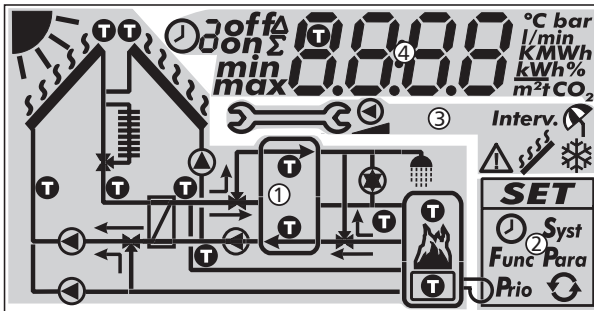

Abb. 8: Übersicht über die Bereiche der Anzeige (alle Elemente sichtbar)
Nachstehende Tabelle beschreibt die Symbole in der Systemgrafik (① in Abb. 8).
Das Einstellmenü (② in Abb. 8) enthält folgende Einträge:
Nachstehende Tabelle beschreibt die Piktogramme für Funktionen (③ in Abb. 8).
Die Anzeige der Betriebs- und Einstellwerte (④ in Abb. 8) besteht aus folgenden Elementen:
①	Symbol für die Zeitsteuerung von Funktionen. Das Symbol wird angezeigt wenn <ul style="list-style-type: none"> <li>eine Zeitbegrenzung/-steuerung eingestellt wird,</li> <li>der Status der Zeitbegrenzung/-steuerung angezeigt wird,</li> <li>die Zeitbegrenzung eine Temperatursteuering blockiert (Symbol blinkt).</li> </ul>
②	Nummer des Zeitfensters, das gerade im Einstellmenü eingestellt/angezeigt wird oder in dem sich die aktuelle Uhrzeit gerade befindet. Die Zeitsteuerung einer Funktion besteht aus 1 oder 3 einstellbaren Zeitfenstern. Beispiel: Zeitfenster 1: 06:00 – 08:00 Zeitfenster 2: 11:00 – 12:30 Zeitfenster 3: 17:00 – 19:00
③	Zusatzinformationen: on, off: Schaltzustand/Schaltbedingung ein, aus max, min: maximaler Wert, minimaler Wert Σ: aufsummierter Betriebswert seit der ersten Inbetriebnahme, nicht zurücksetzbar Δ: aufsummierter Betriebswert seit dem letzten Rücksetzen auf 0
④	Symbol wird angezeigt, wenn beim Einstellen einer Funktion ein Temperaturfühler gewählt ist.
⑤	Anzeige von <ul style="list-style-type: none"> <li>Messwerten</li> <li>Einstellwerten</li> <li>Fehlercodes</li> <li>weiteren Informationen, z. B. Software-Version</li> </ul>
⑥	Physikalische Einheit des in ⑤ angezeigten Werts: °C, K, l/min, %, h, kWh, MWh, tCO₂